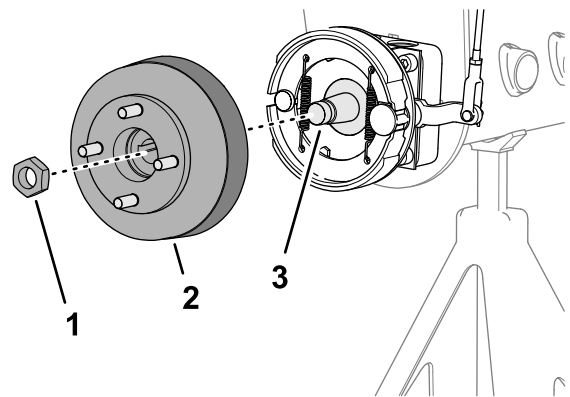
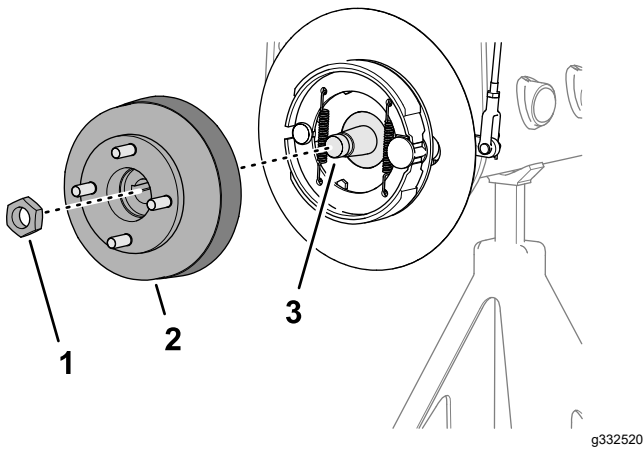

図 70
図 71
3. ホイールハブとブレーキドラムをホイールモータのシャフトに組み付ける図70または図71。
図 70または図 71、手締めする。